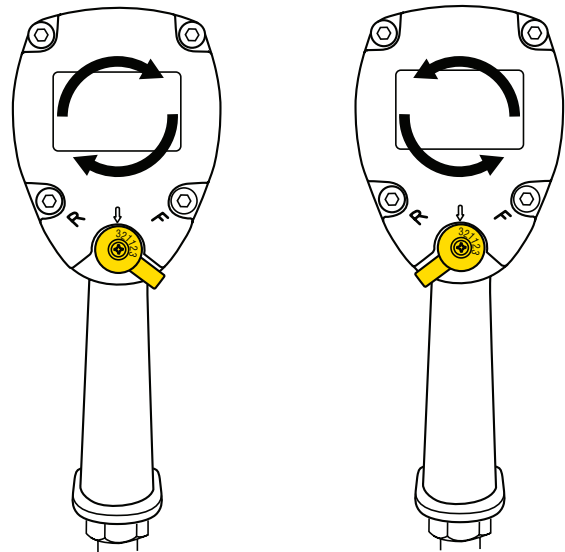

Fig. 6
4. Actionner le levier qui se trouve à l'arrière de l'outil (voir fig. 6) afin que ce dernier soit réglé sur la vitesse la plus élevée et le bon sens de rotation.